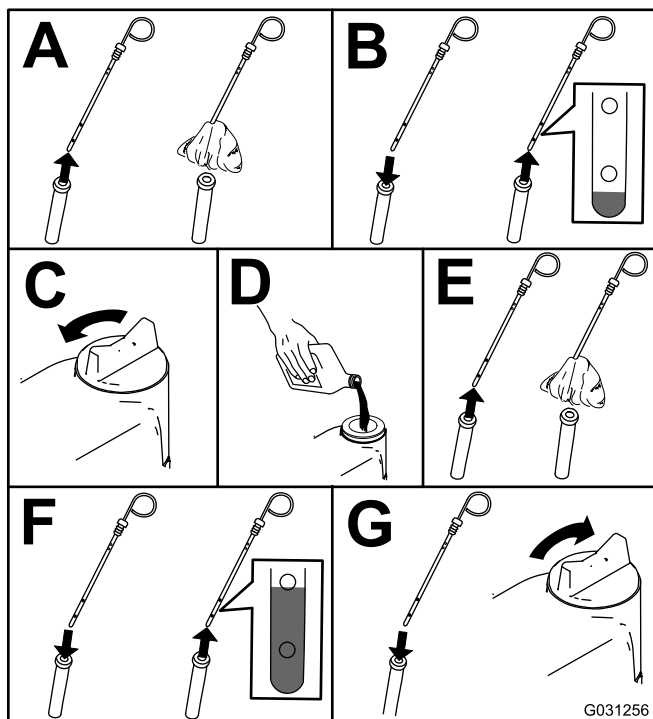

Figura 50
2. Compruebe el nivel de aceite del motor (Figura 50).